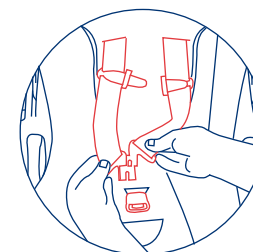

Fig. 39-1
- i) Ponga las dos lengüetas de la hebilla juntas, sobreponiendo la lengüeta izquierda de la hebilla sobre la lengüeta derecha de la hebilla. Inserte las dos lengüetas unidas dentro de la hebilla del arnés de la correa de la entrepiernas. Asegúrese de oír el clic de la lengüeta dentro de la hebilla y verifique que ambas estén fijamente trabadas tirando hacia arriba las correas. (Ver Fig. 39-1) y (39-2). **Si las correas del arnés no están fijamente abrochadas, el asiento de seguridad no podrá proteger a su niño. NO USE el asiento de seguridad, ni como portador si el arnés no se abrocha fijamente. Por favor llame a Baby Trend al (800) 328-7363 para obtener ayuda.**